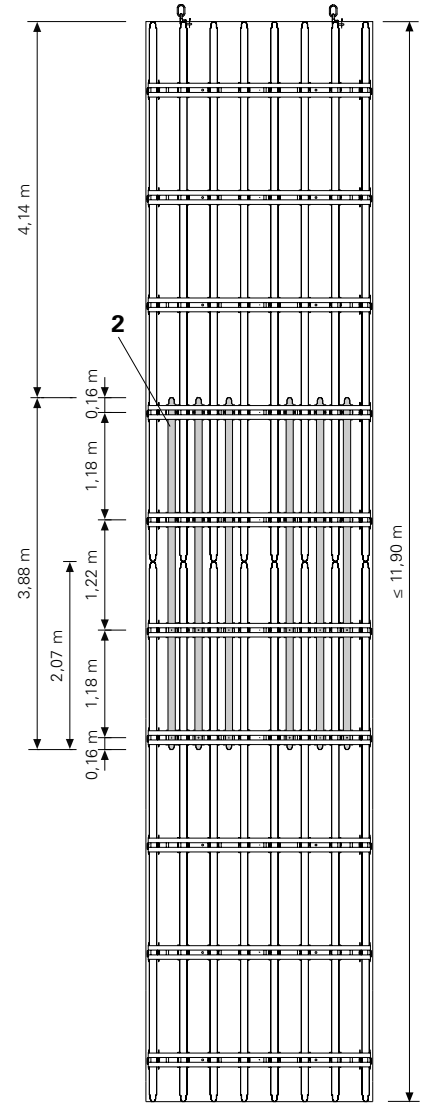

Fig. B10.05
Con vigas de solapado adicionales (2) para alturas hasta 11,90 m. (Fig. B10.05)